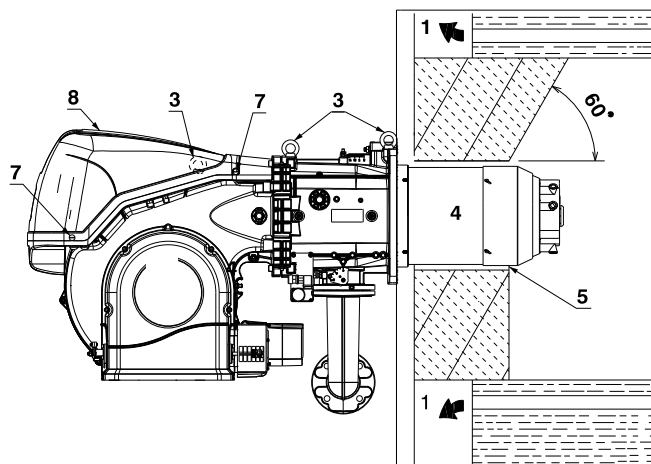

Abb. 16
Für Heizkessel mit vorderem Abgasumlauf 1)(Abb. 16) oder mit Flammenumkehrkammer muss eine Schutzschicht aus feuerfestem Material 5), zwischen feuerfestem Material des Kessels 2) und Flammrohr 4) ausgeführt werden.
Für Heizkessel mit wassergekühlter Frontseite ist die Verkleidung mit feuerfestem Material 2)-5)(Abb. 16) nicht notwendig, sofern nicht ausdrücklich vom Kesselhersteller erfordert.
Ein entsprechendes Hebesystem vorbereiten, dazu zuerst die Arretierschrauben 7) der Verkleidung 8) lösen und dann das System an den Ringen 3)(Abb. 16) einhängen.
- Den beige packten Hitzeschutz am Brennerrohr 4)(Abb. 16) einpassen.